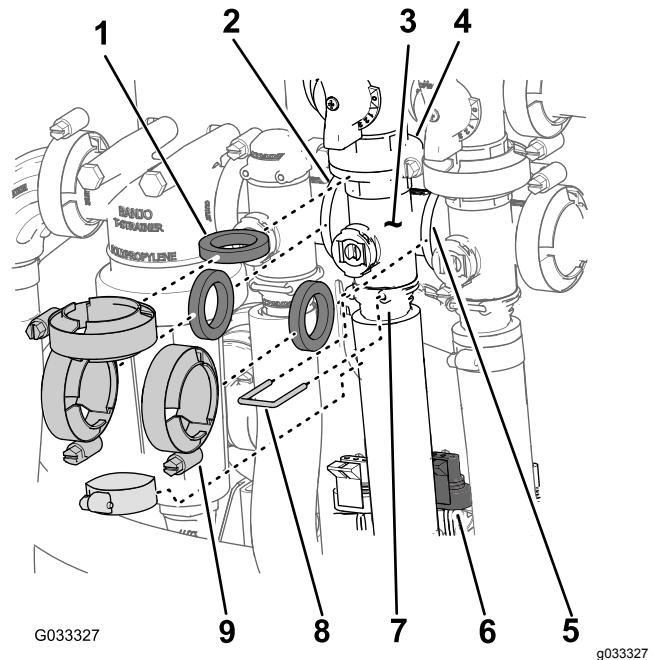

Bild 69
1. Entfernen Sie die Klemmen und Dichtungen, mit denen der Verteiler für das Rührwerkventil (**Bild 69**) am Rührwerksicherheitsventil, Dosierungsregelventil, Hauptabschnittventil und am Adapteranschlusstück (Rührwerkdruckventil) befestigt ist.
2. Entfernen Sie den Halter, mit dem das Auslaufanschlusstück am Verteiler für das Rührwerkventil befestigt ist (**Bild 69**).